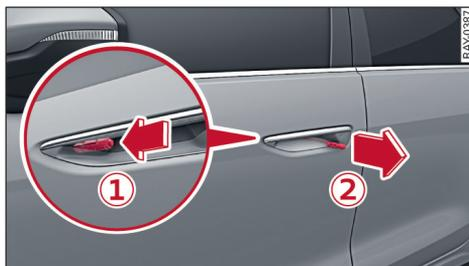

图 9 车门：应急操作装置
- ▶ 将车门把手中的销子 ① 短暂地朝行驶方向推 ⇒ 图 9。销子由此被解锁并从车门把手中弹出。
- ▶ 拉拉索末端 ②，直到可以打开车门。
- ▶ 向行驶方向推销子 ①，直到达到车门把手内的止动位置。销子由此被再次锁止。
- ▶ 拉拉索末端 ② ⇒ 33 页，图 9，直到车门打开。